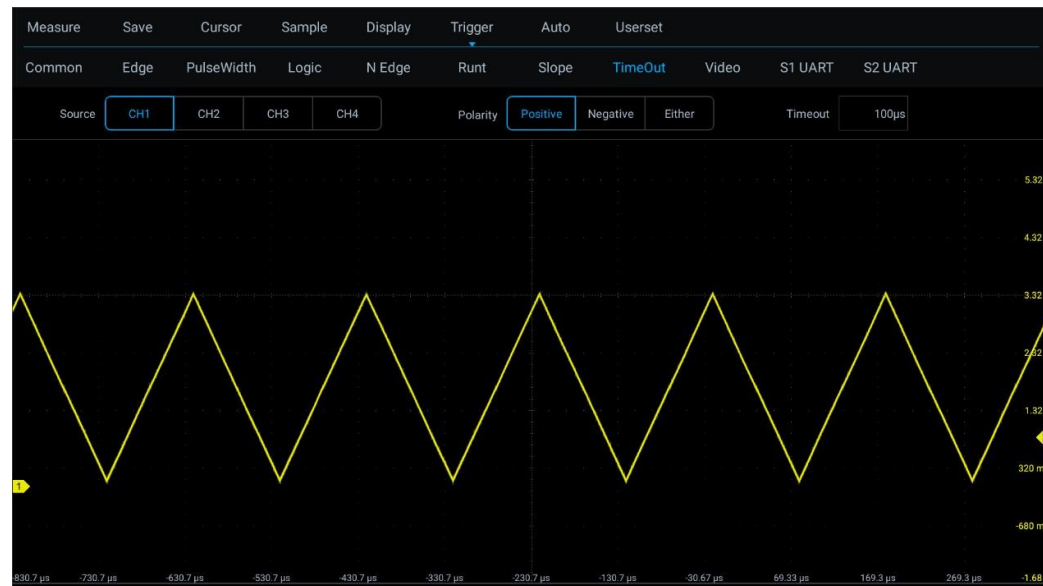

Abbildung 6-29 Timeout-Trigger
- 1) Tippen Sie im Hauptmenü auf „Trigger“, um das Trigger-Menü zu öffnen, wählen Sie unter „Trigger-Typ“ den Timeout-Trigger aus und nehmen Sie die folgenden Einstellungen für den Timeout-Trigger vor (siehe Abbildung 6-29):